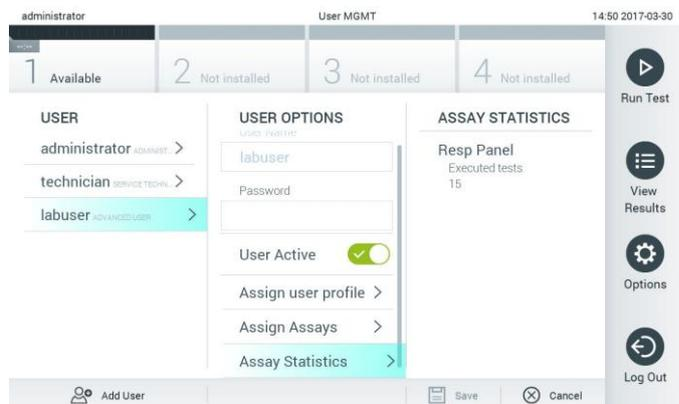

Рис. 51. Просмотр статистики для тест-системы.
- **Assay Statistics** (Статистика для тест-системы): Вывод на экран данных о количестве циклов анализа, проведенных с использованием определенной тест-системы выбранным пользователем (рис. 51).